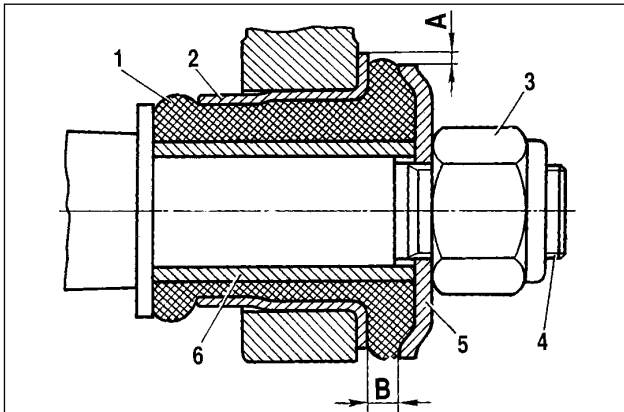

Bild 4-2. Zustandsprüfung von Gummi-Metall-Gelenk des Lenkers der vorderen Aufhängung:
- Die Radialverschiebung A (Bild 4-2) der Außenbuchse 2 in bezug auf Innenbuchse 6 und Abstand B zwischen Anschlägscheibe 5 und äußerer Stirnfläche der Außenbuchse 2 messen.